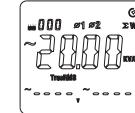

图9-8
- 负载为三相三线制时，第一相和第二相测量操作同三相四线式，第三相位测量跳过后，按SELECT键，如图9-8，显示三项总无功功率值。